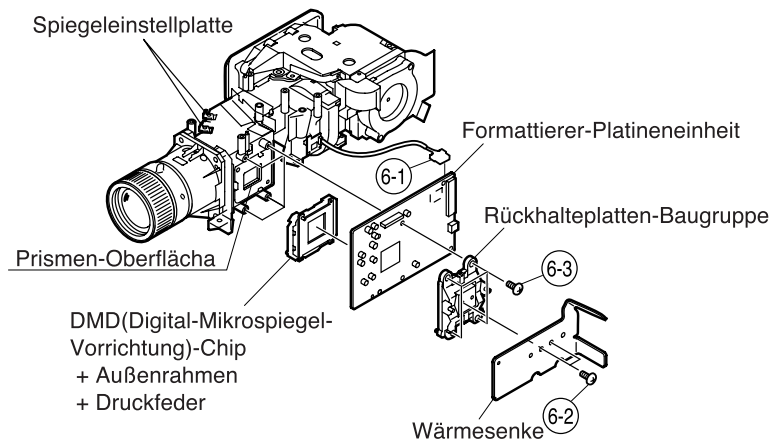

Abbildung 1 Schatten
2. Falls ein Schatten auf dem Projektionsschirm erscheint, wie in der Abbildung 1, die beide Schrauben von der Spiegeleinstellplatte lockern und diese Platte bewegen, um das Leuchtfeld des DMD-Chips einzustellen.